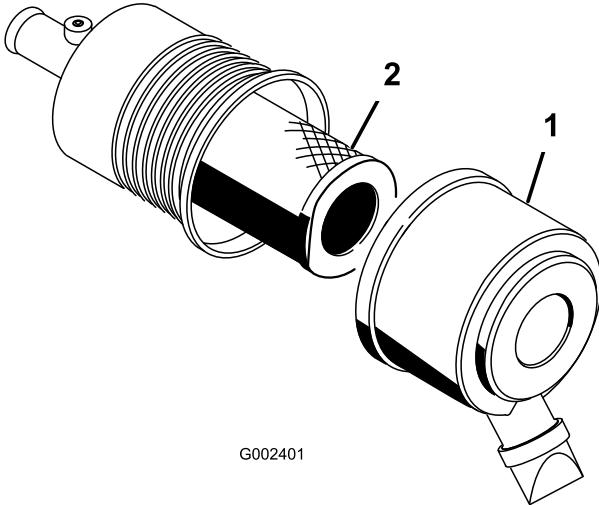

Figura 42
- Liberte os trincos do filtro de ar e puxe a tampa para fora do corpo do filtro (Figura 42).
- Deslize suavemente o filtro principal para fora do corpo do filtro (Figura 42).
- Se estiver a substituir o filtro de segurança, faça deslizar cuidadosamente o novo filtro para o corpo do filtro (Figura 42).
- Deslize cuidadosamente o filtro principal sobre o filtro de segurança (Figura 42).
- Instale a tampa do filtro de ar com o lado virado para cima e prenda os trincos (Figura 42).